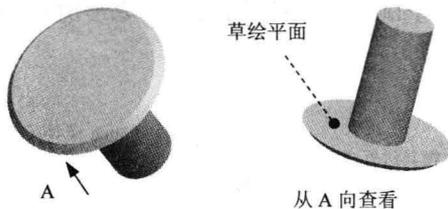
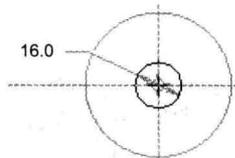

图 1.5 拉伸特征 1
图 1.6 截面草图
(4) 定义旋转角度。在操控板中选择旋转类型为  (即草绘平面以指定的角度值旋转)，在角度文本框中输入角度值 360.0，并按 Enter 键。
(5) 预览特征。在操控板中，单击“预览”按钮 ，可预览所创建的旋转特征。
(6) 完成特征。在操控板中单击“完成”按钮 ，完成特征的创建。
Step3. 创建图 1.5 所示的拉伸特征 1。选择下拉菜单 **插入(I)** → **拉伸(E)...** 命令，选取图 1.5 所示的模型表面作为草绘平面，接受默认的参照平面，参照方向为 **顶**；绘制图 1.6 所示的特征截面，深度类型为 ，深度值为 35.0。